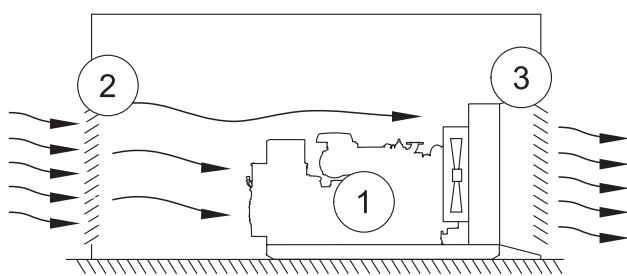
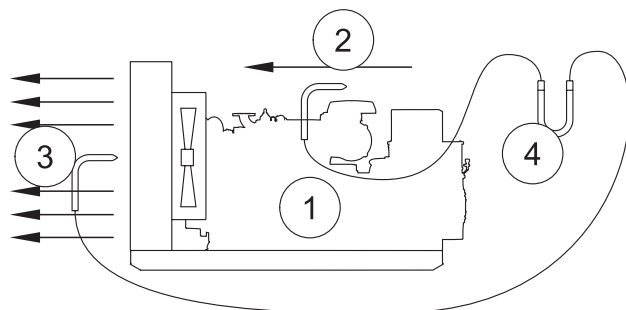
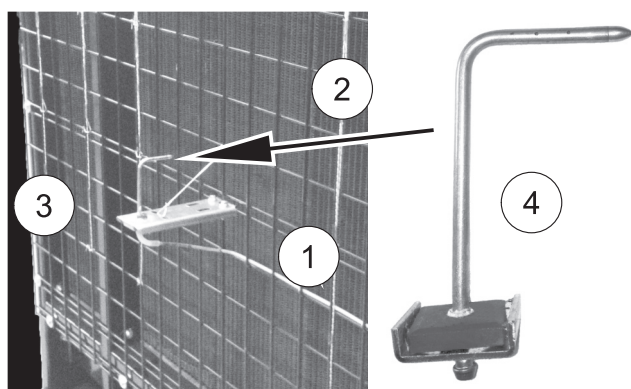

Figura 43
Figura 44
Figura 45
La figura 43 muestra el circuito de aire de refrigeración. Aunque los detalles exactos de la disposición diferirán de una instalación a otra, el circuito de aire básico será el mismo. El grupo electrógeno marino utiliza un ventilador impulsor que extrae aire de refrigeración de la entrada (figura 44, elemento 2) sobre el generador y el motor (1) y, a continuación, lo impulsa a través del radiador y el refrigerador de aire de carga. Normalmente, el escape del radiador y del refrigerador de aire de carga salen posteriormente de la sala de motores hacia el exterior a través de un orificio de ventilación (3). El aire frío entra a la sala de motores desde el exterior a través de otro conjunto de orificios de ventilación.
El sistema de refrigeración del radiador se ha diseñado para funcionar con una presión de restricción de conductos máxima de 127 Pa (0,5 en H₂O). La presión se mide desde una ubicación delante del ventilador (normalmente a lo largo de la longitud del motor) hasta una ubicación directamente delante de la salida del radiador, figura 44, elemento 3, y figura 45. De este modo, se mide la presión total sobre el paquete de refrigeración (2), incluidas tanto las restricciones halladas en la extracción del aire en el motor, como la restricción hallada en el aire que sale de la sala de motores. Al diseñar la ventilación de la sala de motores, debe marcarse como objetivo una restricción de presión de 63,5 Pa, aunque es mejor una presión inferior.